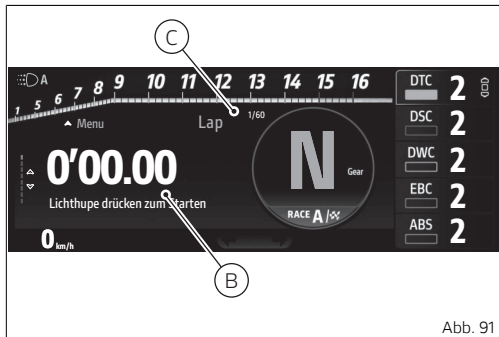
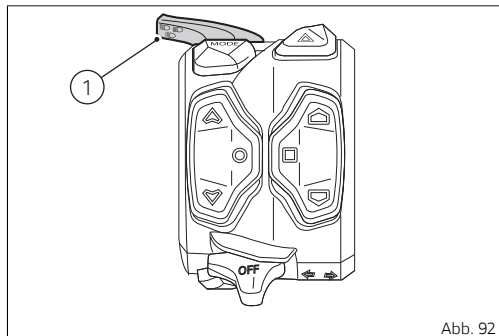

Abb. 91
Abb. 92
Ist am Motorrad kein GPS-System vorhanden, ist es nach Aktivierung der Funktion möglich, durch Drücken der Taste FLASH (1, Abb. 92 S.121) den Chronometer zu starten und stoppen:
- auf das erste Drücken der Taste FLASH (1, Abb. 92 S.121) blinken der Chronometer (B, Abb. 91 S.121) (der eingeschaltet wird) sowie die Rundenzahl (C, Abb. 91 S.121) 1 Sekunde lang auf;
- das Motorrad auf der Position der Ziellinie ausrichten, dann die Taste FLASH (1, Abb. 92 S.121)drücken, daraufhin wird das Symbol weiß;
- das Motorrad auf der Zwischenzeitlinie 1 positionieren, dann die Taste FLASH (1, Abb. 92 S.121)drücken, daraufhin wird das Symbol weiß;
- das Motorrad auf der Zwischenzeitlinie 2 positionieren, dann die Taste FLASH (1, Abb. 92 S.121)drücken, daraufhin wird das Symbol weiß;
- das Motorrad auf der Zwischenzeitlinie 3 positionieren, dann die Taste FLASH (1, Abb. 92 S.121)drücken, daraufhin wird das Symbol weiß.
Phase können die Koordinaten der Ziellinie und der Erfassungspunkte der Zwischenzeiten gespeichert werden. Das DDL-System beendet die Erfassungsphase sobald die Ziellinie erneut durchquert wird. Zum Wiederholen der Erfassungsphase die Taste FLASH (1, Abb. 92 S.121), drücken und wieder von der Ziellinie aus beginnen.